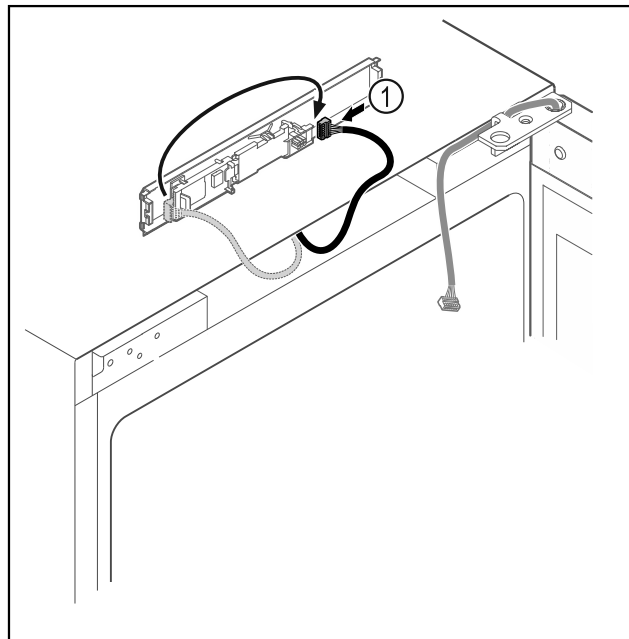

Fig. 14
- ▶ Vėl įkiškite kištuką į plokštę Fig. 14 (1).